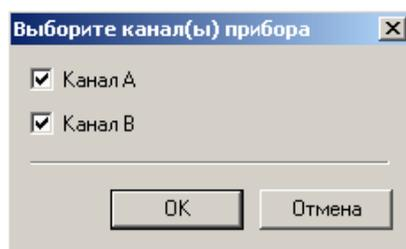

Рис.15. Выбор канала.
3.3.5.2. Пункт «**Отменить обнуление...**» вызывает окно для выбора канала, для которого следует отменить обнуление (Рис.15).
3.3.5.4. Пункт «**Калибровка...**» вызывает окно для выбора канала, для которого следует выполнить калибровку (Рис.15).